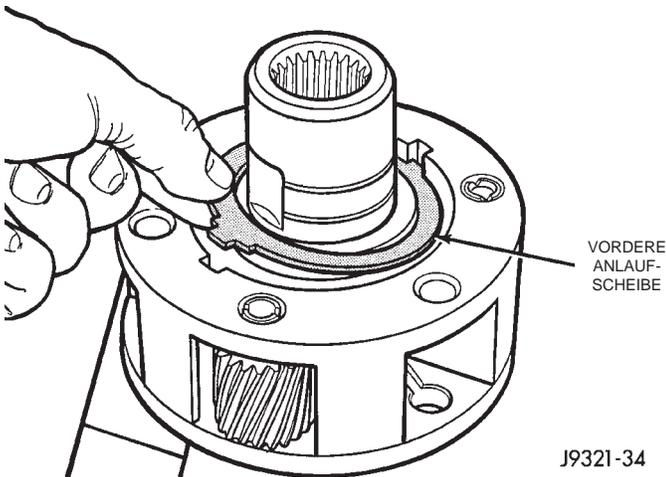

Abb. 37 Vordere Anlaufscheibe ausbauen
(3) Die vordere Anlaufscheibe aus dem Planetenradträger ausbauen (Abb. 37).